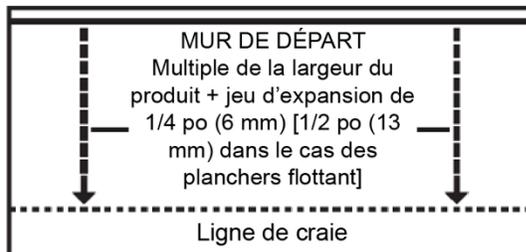

Figure 5
- À au moins deux endroits, à au moins 18 po (46 cm) du coin, mesurez une distance égale à partir du mur de départ (**Figure 5**) et tracez une ligne de craie. La mesure doit être la somme de la largeur du couvre-plancher et d'une mesure supplémentaire de 3/8 po (9,5 mm) pour laisser un jeu de dilatation de 1/4 po (6 mm), et de la largeur de la languette. Prévoyez un jeu de dilatation de 1/2 po (13 mm) dans le cas des planchers flottants.
- À au moins deux endroits, à au moins 18 po (46 cm) du coin, mesurez une distance égale à partir du mur de départ (**Figure 5**) et tracez une ligne de craie. La mesure doit être la somme de la largeur du couvre-plancher et d'une mesure supplémentaire de 3/8 po (9,5 mm) pour laisser un jeu de dilatation de 1/4 po (6 mm), et de la largeur de la languette.